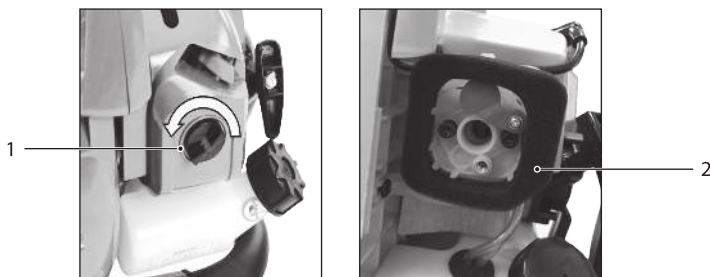

Рис. 9
1. Открутите винт 1 (рис. 9) и снимите кожух воздушного фильтра.
2. Извлеките фильтрующий элемент, тщательно промойте его в чистой теплой воде и высушите при комнатной температуре. Если фильтрующий элемент 2 (рис. 9) поврежден или по каким-либо причинам не может быть очищен – замените его.
3. Установите фильтрующий элемент на место и закрутите винт крепления крышки воздушного фильтра (рис. 9).